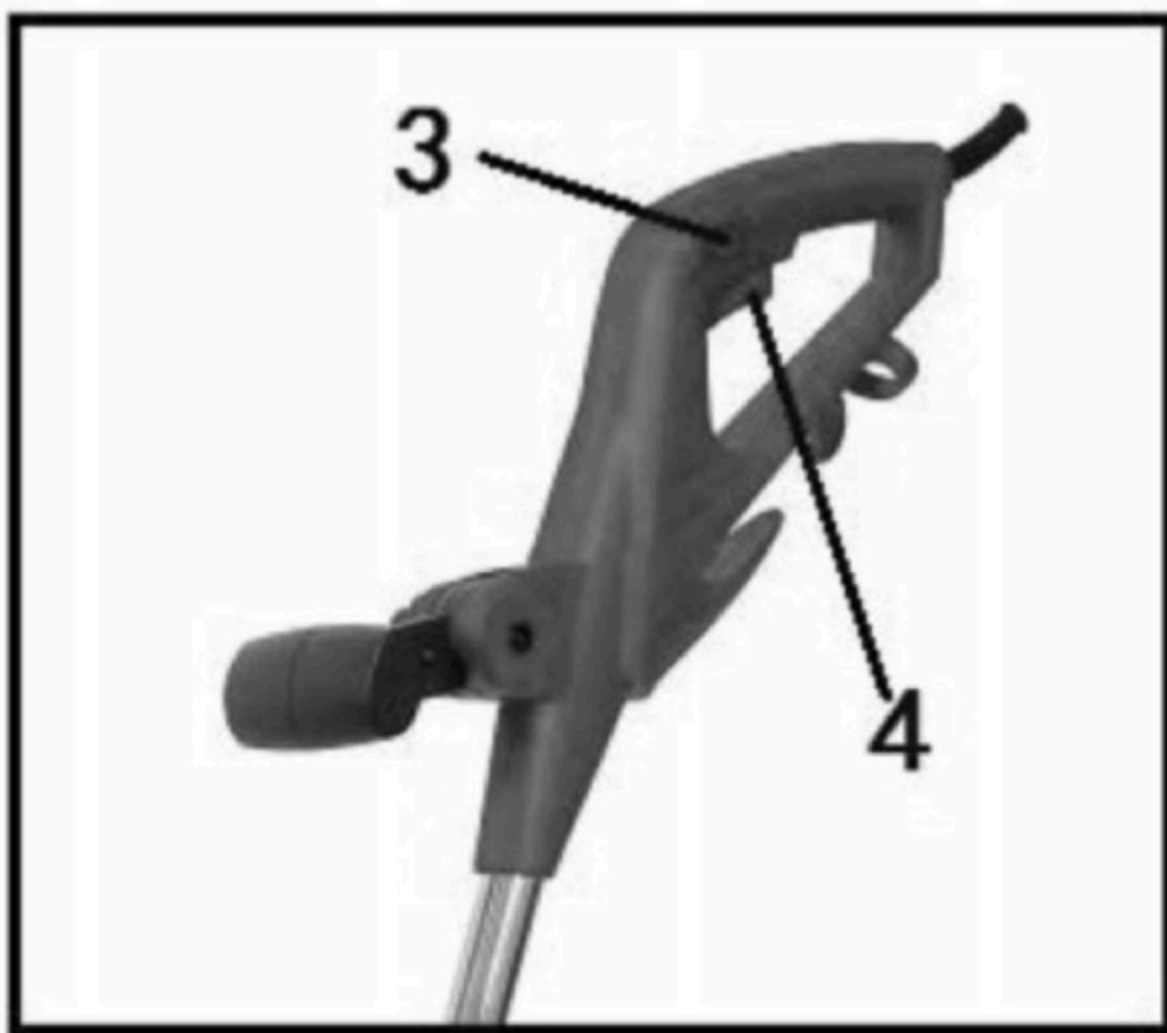

fig. 7
1. _ Pentru a porni mașina, apăsați mai întâi butonul de blocare (3), deși el ține de blocare, apăsați butonul comutatorului on / off (4) pentru a opri aparatul, eliberați butonul comutatorului (4). (fig. 7)